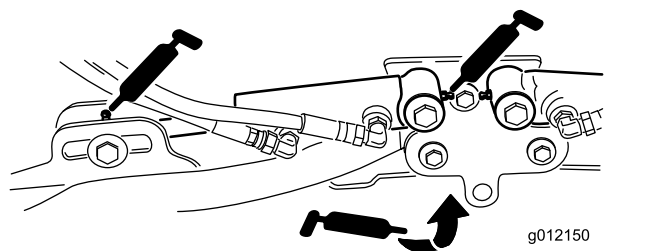

Рисунок 39
- Цилиндры подъемных рычагов режущего блока (по 2 шт.) (Рисунок 39).
- Оси поворота подъемного рычага (по 1 шт.) (Рисунок 39)